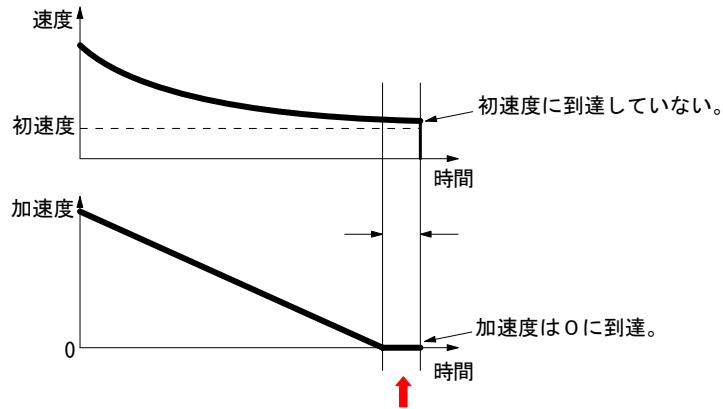

図2 ドライブ終了間際の速度と加速度
- ① ドライブ終了間際に減速停止命令(26h)を発行したとき。
- ② ハードウェアリミット (nLMTP/M 信号) の停止モードを減速停止に設定し(WR2/D2=1)、ドライブを開始させ、ドライブ終了間際に進行方向のリミットがアクティブになったとき。
- ③ ソフトウェアリミットを有効にし(WR2/D0,1=1)、ドライブを開始させ、ドライブ終了間際に進行方向のソフトウェアリミットがアクティブになったとき。
- ④ nSTOP(2~0)信号 (MCX314As は nIN(2~0)) を有効にし(WR1/D5,3,1)、定量パルスドライブを開始させ、ドライブ終了間際にこれらの信号がアクティブになったとき。
S字加減速の定量パルスドライブは、ドライブが終了する時、すなわち出力パルスを出し終えるときに、現在速度が初速度に到達するように、また現在加速度が0に到達するようにしています。しかしながら演算精度の問題からすべてのパラメータの組み合わせにおいて、速度＝初速度、加速度＝0にすることができません。この不具合現象は、図2に示すように現在速度が初速度に到達していないで加速度が0の到達してしまった時に、たまたま上記の①から④のいずれかの減速停止要因が働くと発生します。